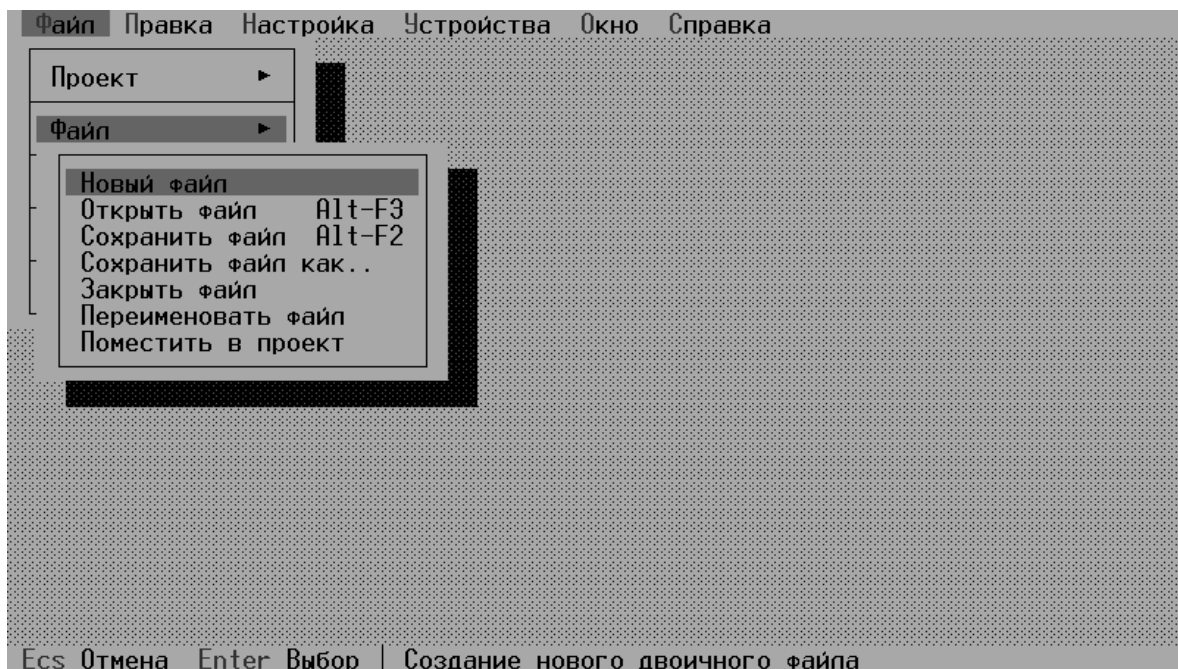

Рис. 4. Меню **Файл** программы (подменю **Файл**).
- создать новый двоичный файл (опция **Файл/Новый файл** см. рис.4), при этом данные предыдущего двоичного файла из памяти будут удалены;